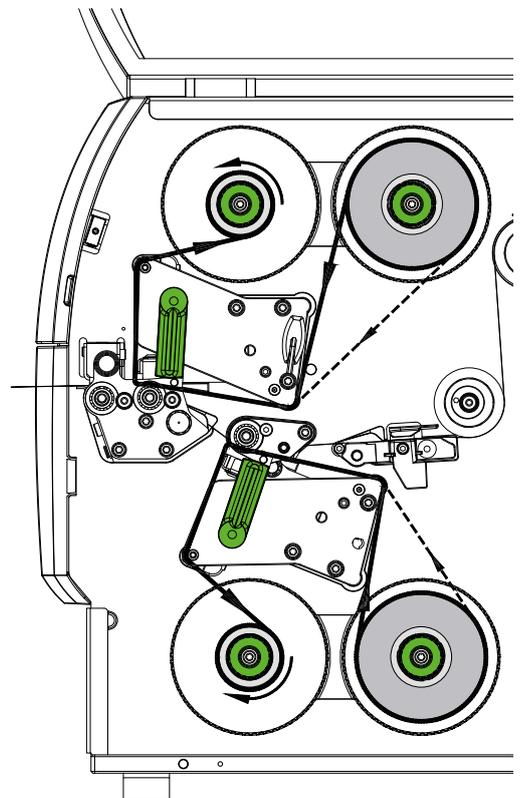

Figura 18 Scorrimento del nastro
6. Far scorrere l'anima adatta (4) sull'avvolgitore del nastro (5), posizionarla e fissarla nello stesso modo del rotolo di nastro.
7. Far passare il nastro attraverso la meccanica di stampa come indicato in Figura 18. La linea continua si applica ai nastri con lato di rivestimento interno, quella tratteggiata ai nastri con lato di rivestimento esterno.
8. Fissare l'inizio del nastro all'anima (4) centralmente con una striscia di adesivo. Osservare il senso di rotazione antiorario dell'avvolgitore del nastro.
9. Ruotare l'avvolgitore (5) in senso antiorario per livellare lo scorrimento del nastro.
10. Ruotare la leva (6) in senso orario per bloccare la testina di stampa.
11. Aprire lo sportellino (8) e inserire il nastro in modo analogo nell'unità di stampa inferiore (7). Ad eccezione del senso di rotazione delle manopole, le indicazioni qui riportate si applicano in senso opposto all'unità di stampa superiore.